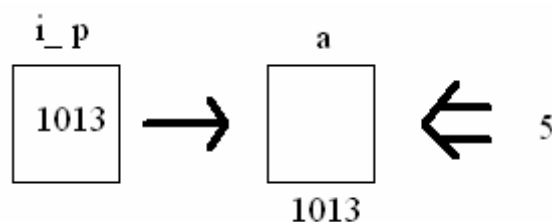

图 3-34
- (2) 按 C 语言规定，可以在程序中定义整型变量，实型变量，字符变量等，也可以定义这样一种特殊的变量，它是存放地址的。将“变量地址”存放在这个变量当中，当需要访问变量内容时，先找到存放“变量地址”的变量，从中取出“变量地址”，再取出“变量地址”的内容。如图 3-34
如图 3-34 所示，在定义了一个字符型变量以外，还另外定义了一个特殊变量“指向”变量 `a` 的内存地址，当需要操作的时候就利用取地址运算符“&”或取内容运算符“*”进行操作。如 `i_p=&a` 或 `*p`。
指向： 所谓指向变量是通过地址来体现的。`i_p` 中的值为 `1013`，而 `1013` 是变量 `a` 的地址，这样两者之间就建立了一种关系，即通过 `i_p` 可以知道变量 `a` 的地址，从而找到变量 `a` 的内存单元，所以图 3-34 中用箭头表示这种“指向”的关系。